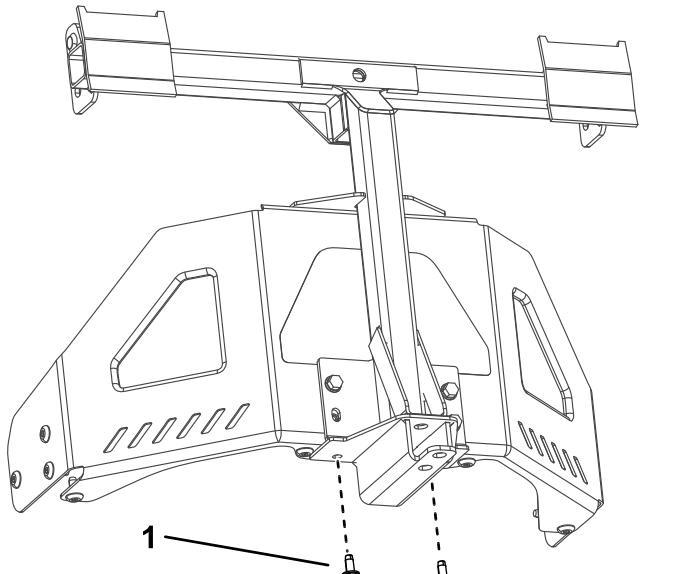

Figura 7
- Prenda a estrutura da articulação à parte inferior da máquina utilizando dois parafusos autorroscantes (5/16 pol. x 3/4 pol.) como se mostra na Figura 7.